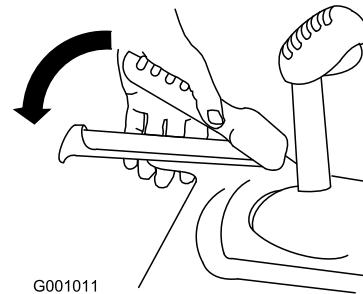

Figura 31
- Per innestare il comando della trazione premete la leva sinistra (trazione) contro l'impugnatura (Figura 31).